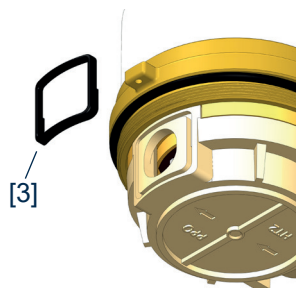

Abb. 5
- 2.11. Prüfen, dass die neue Formdichtung [3] korrekt in der vorgesehenen Nut an der Auslaufseite sitzt (Abb. 5). Ggf. korrigieren.